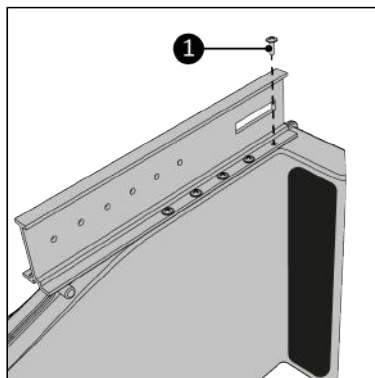

Figure 174.
- Vissez le rail principal sur le Way-out au moyen des dix vis de 3,5 x 10 mm (Figure 174, pos. 1). Assurez-vous que tous les trous de vis correspondent.